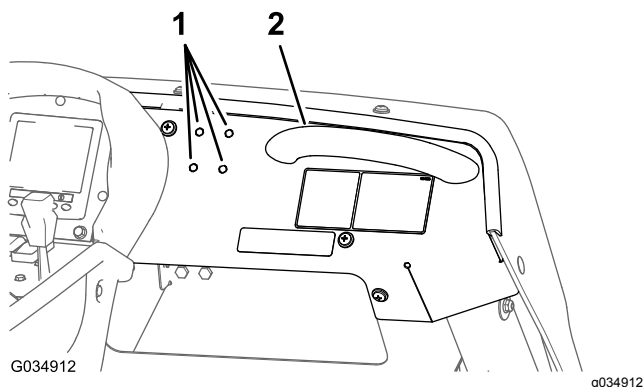

Figura 129
- Individuate i 4 tappi a spinta dei fori ($\frac{1}{4}$ ") nel pannello del cruscotto, situati a sinistra della maniglia (Figura 129).
- Togliete i 4 tappi a spinta dei fori dal pannello del cruscotto (Figura 129).